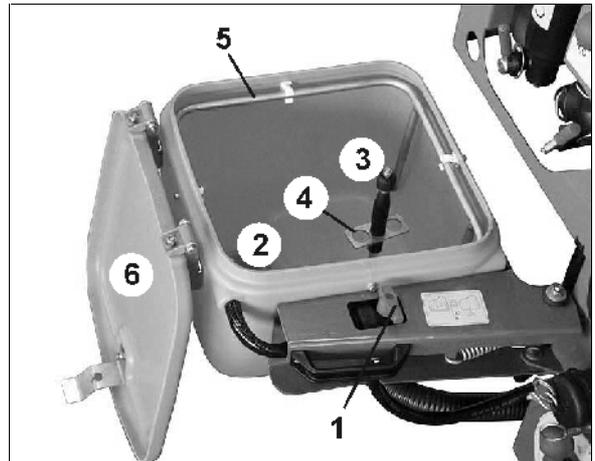

Fig. 32
Agua sale de la tobera de lavado de bidón (Fig. 32/3) cuando
- la placa de presión (Fig. 32/4) es empujada hacia abajo por el bidón.
- la tapa rebatible cerrada (Fig. 32/2) empuja hacia abajo la tobera de lavado de bidón.